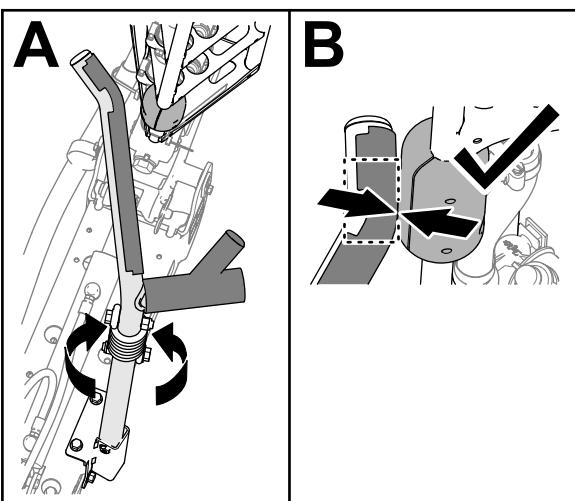

图 117
4. 旋转托架总成直到托架管中的弯曲部分与外喷洒臂顶管上的滑块对齐 图 117
注意 滑块必须在上托架管的弯曲部分接触托架 图 117。